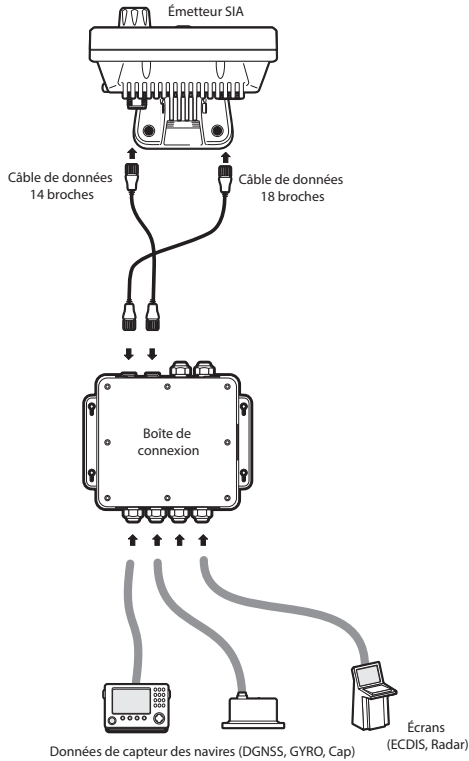

Figure 35 Raccordement de l'équipement externe
- La Figure 35 montre un exemple de raccordement de l'équipement externe à l'aide de l'accessoire de la boîte de connexion.